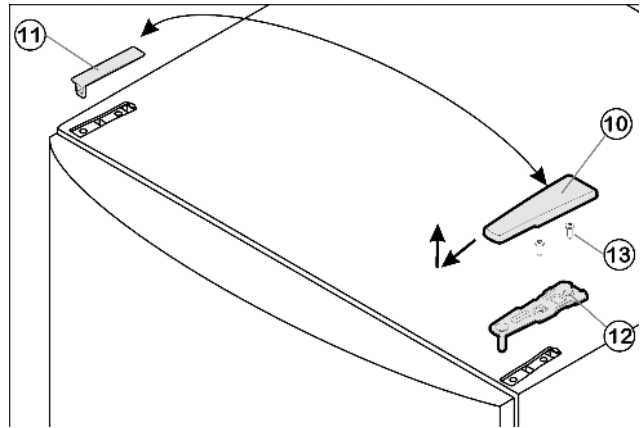

Fig. 6
- ▶ Отведите крышку Fig. 6 (10) вперед и вверх.
- ▶ Снимите крышку Fig. 6 (11).
- ▶ Открутите верхний опорный кронштейн Fig. 6 (12) (2 шт. Torx® 25) Fig. 6 (13) и вытяните вверх.
- ▶ Установите верхний опорный кронштейн Fig. 6 (12) на новой стороне шарнира и защелкните в дверце.
- ▶ Прикрутите верхний опорный кронштейн Fig. 6 (12) (с моментом 4 Нм) (2 шт. Torx® 25) Fig. 6 (13). При необходимости проделайте отверстия или используйте аккумуляторный шурупверт.
- ▶ Защёлкните крышку Fig. 6 (10) и крышку Fig. 6 (11) на противоположной стороне.